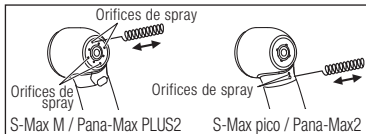

Fig. 32
- ❶ Si les orifices de pulvérisation sont obstrués ou si le spray ne sort pas uniformément des orifices, nettoyez ces derniers (Fig. 32).